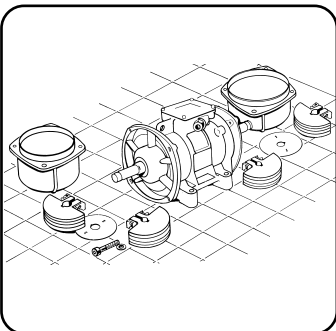

Fig. 36
- Die Schwingmassen entfernen und in der Ausbaureihenfolge auf einer geraden Fläche ablegen (Abb. 36).
- Togliere le masse eccentriche e posizionarle su un piano terra nella stessa sequenza di smontaggio (Fig. 36).
- Remove the eccentric weights and place them on the ground in their demounting sequence (Fig. 36).
- Enlever les masses excentriques et les placer sur un plan dans la - séquence de démontage (Fig. 36).
- Quitar las masas excéntricas y posicionarlas sobre un plano en la misma secuencia de desmontaje (Fig. 36).